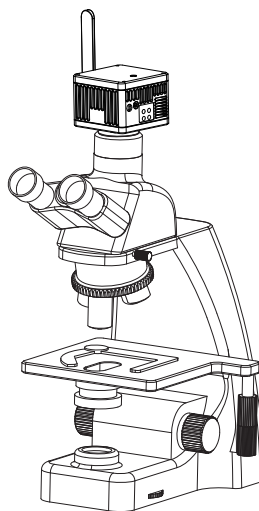

图2
- (2) 把相机卡到显微镜的燕尾槽或旋入标准C接口上，方向如图2；拧紧显微镜燕尾槽上的紧固螺丝，把相机固定在显微镜上。